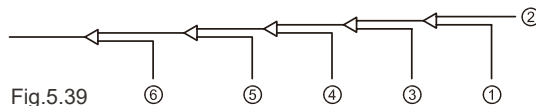

Fig.5.39
8. Enxagúe as outras aberturas da mesma forma, trabalhando em sequência da unidade interior A para as unidades exteriores. Consultar Fig.5.39